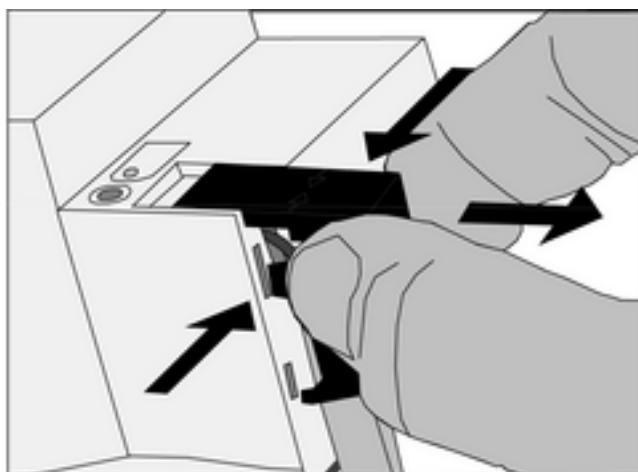

Figura 4: Rimozione della calotta di copertura
- Premere la calotta di copertura sul lato e rimuoverla (figura 4).